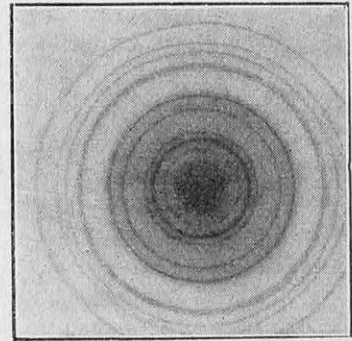

FIG. 3. - DIAGRAMME ELECTRONIQUE D'UNE FEUILLE D'OR
En intercalant sur leur trajet une plaque photographique, on obtiendra des séries d'anneaux concentriques tels que ceux représentés sur la figure 3 ; nous avons déjà indiqué dans d'autres articles (1) les renseignements nombreux que l'on pouvait tirer de ces diagrammes, et nous n'y reviendrons pas ici. Mais, ce qui est particulièrement intéressant, c'est que l'on peut rendre ces phénomènes visibles en recevant les cônes de diffraction non plus sur une plaque photographique, mais sur un écran fluorescent au sulfure de zinc ; celui-ci s'illumine vivement aux points où il est frappé par ces cônes.